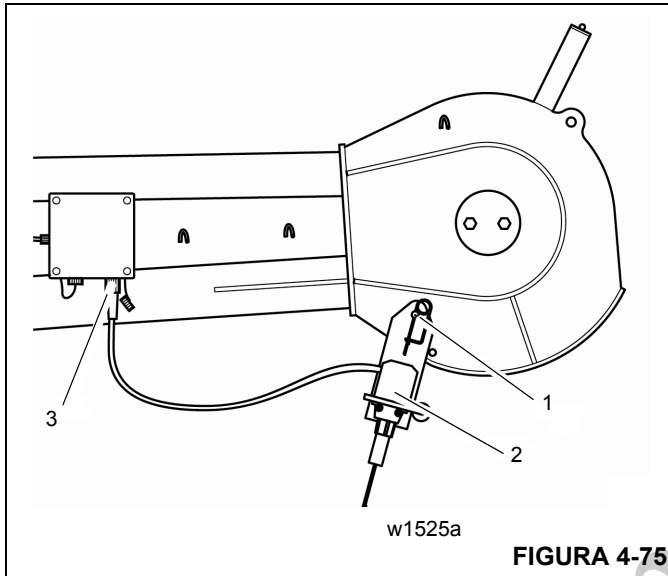

FIGURA 4-75
- Coloque el interruptor limitador de elevación (2) en el grillete (1) y fíjelo con un pasador de retención (Figura 4-75).
- Conecte el interruptor limitador de elevación al receptáculo (3).
- Cuando esté almacenando, cierre el receptáculo (3) con la tapa protectora.